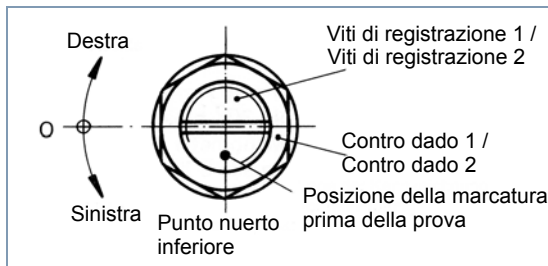

Fig. 4 Punto nuoto inferiore
- i** Il taglio della testa delle viti di registrazione 1 e 2 e la marcatura di riferimento devono essere posizionati e bloccati rispettivamente, nella posizione centrale il primo e nella parte inferiore la seconda (vedere fig. 4).